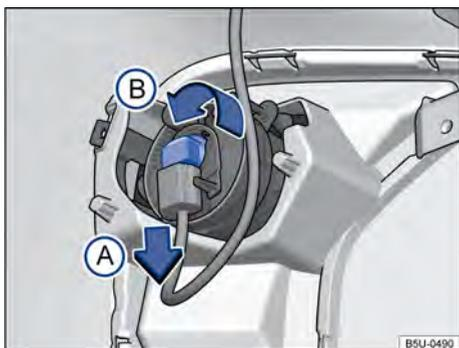

Fig. 137 Atrás do para-choque dianteiro: acesso à lâmpada incandescente do farol de neblina.
- 2 Desencaixar o conector de alimentação da lâmpada → Fig. 137 no sentido da seta (A), pressionar, ao mesmo tempo, a trava de fixação do conector.
- 3 Girar o soquete da lâmpada → Fig. 137, no sentido anti-horário da seta (B), e desencaixá-lo do alojamento.